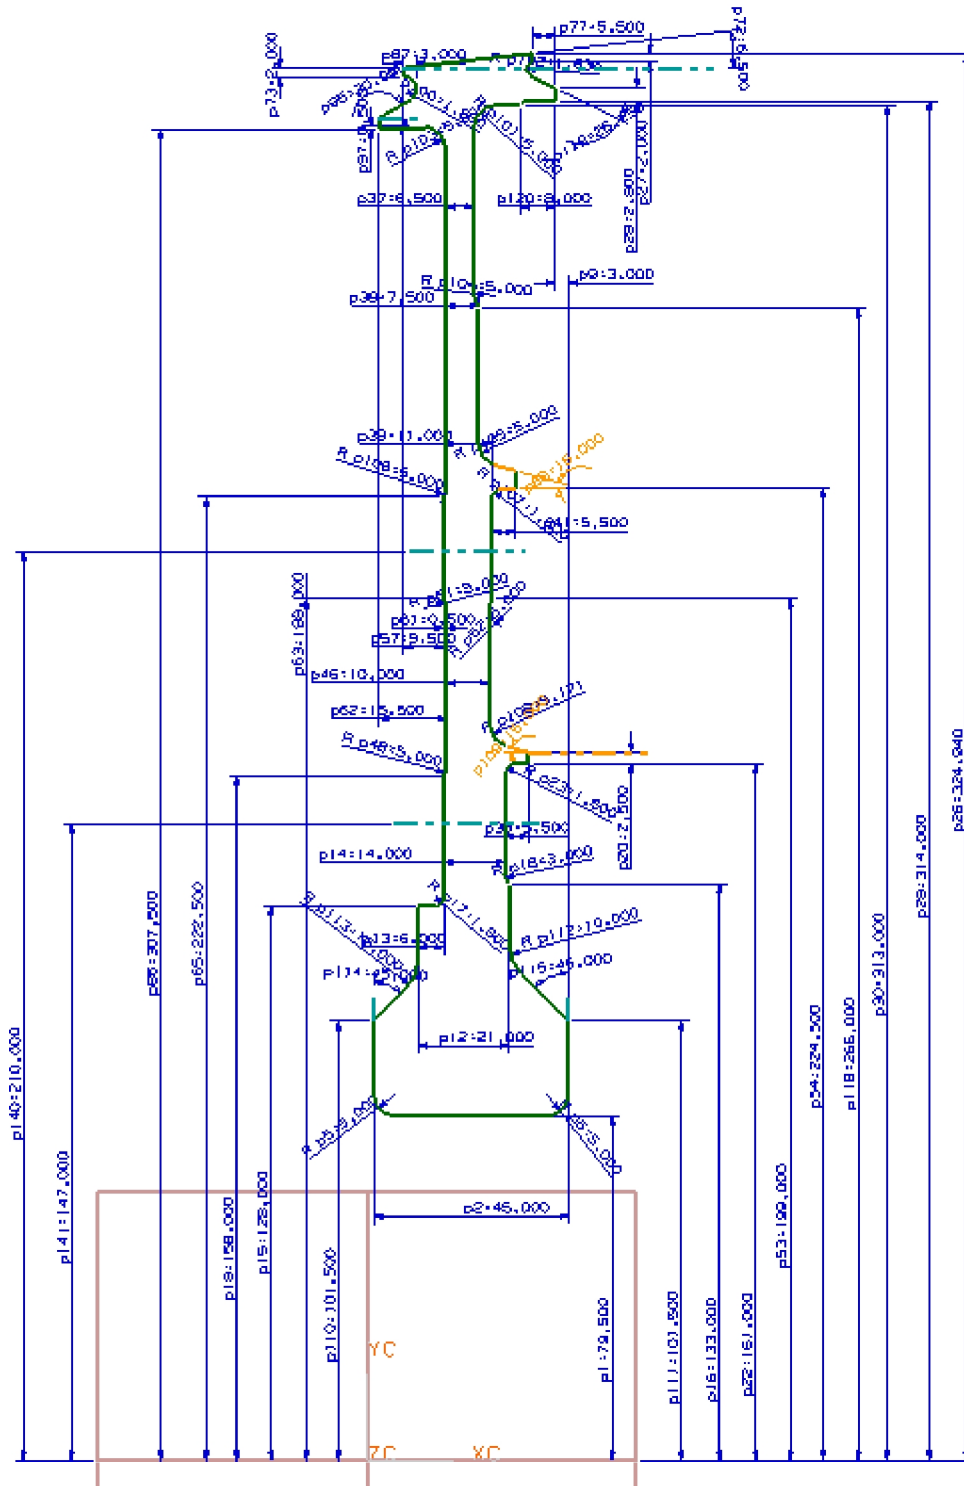
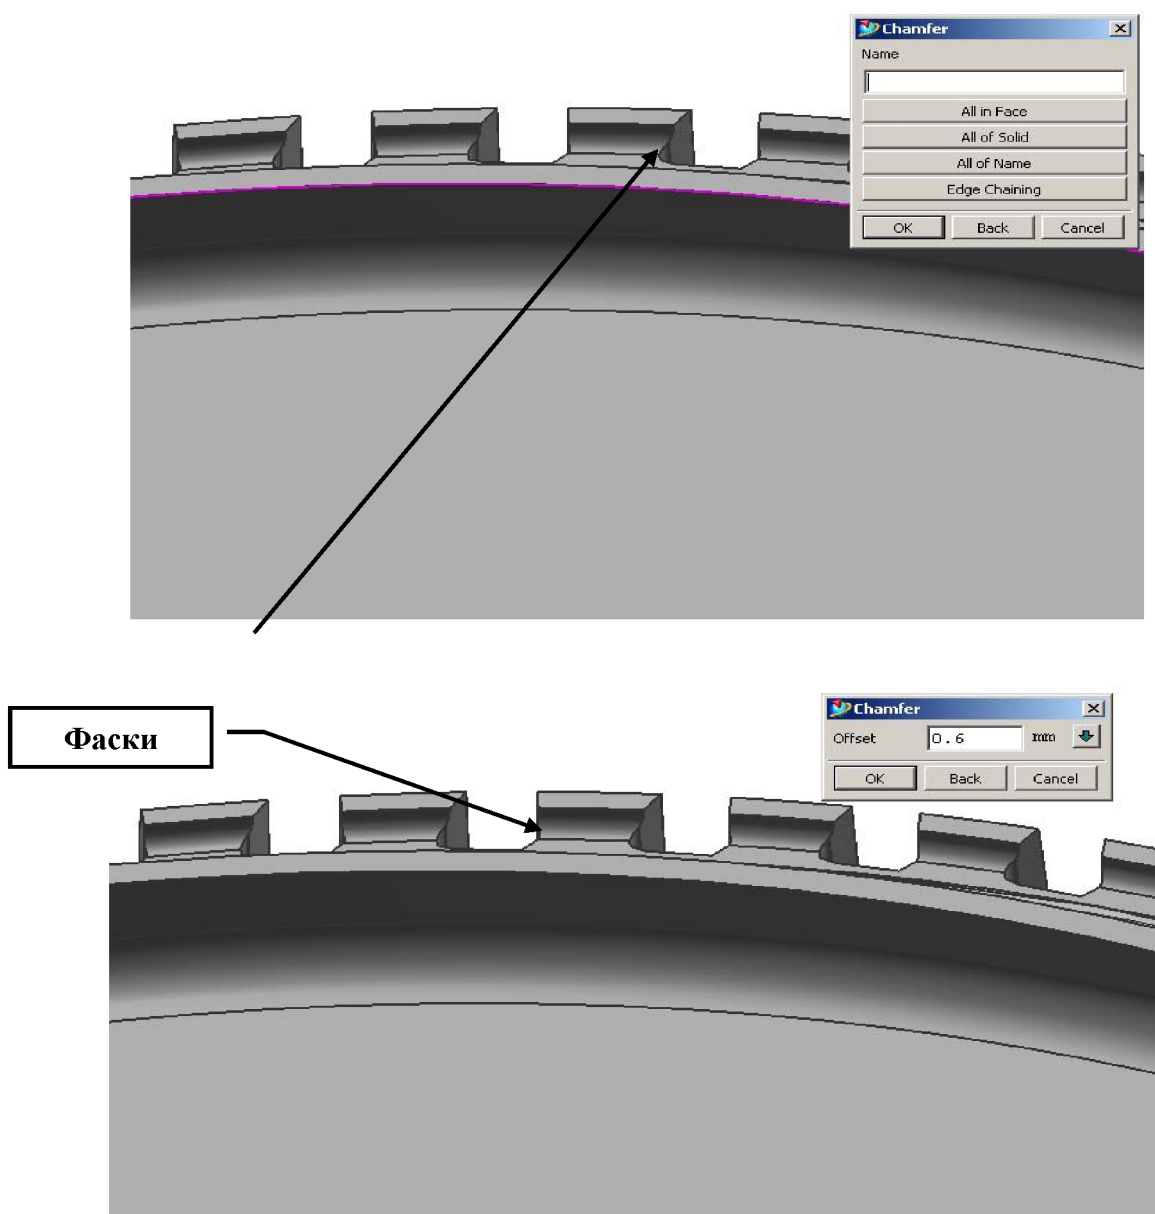

Рис. 34. Образмеренный эскиз меридионального сечения диска
Рис. 48. Фаска 0.6x45 на ободе диска
5. Расставьте размеры и взаимосвязи, определяющие геометрию меридионального сечения диска. Законченный эскиз должен выглядеть, как показано на Рис. 34.
- Создайте фаски в соответствии с требованиями чертежа (Рис. 34). Для этого выберите из меню: **Insert** → **Detail Feature** → **Chamfer...**, выберите режим построения фаски **Single Offset**, задайте размер фаски (0.6 мм) и нажмите **OK**. Результат представлен на Рис. 48. Аналогично выполним фаску с другой стороны. Создайте несимметричные фаски $1 \times 30^\circ$ на краях центрирующих поясков диска: выберите из меню **Offset Angle**, выберите требуемое ребро в графической области, задайте **Offset** - 1 мм и **Angle** - 30° . Проконтролируйте правильность построения фаски. Если необходимо исправить построение, воспользуйтесь кнопкой **Flip Last Chamfer**. Аналогично создадим фаску для второго центрирующего пояска (Рис. 49).